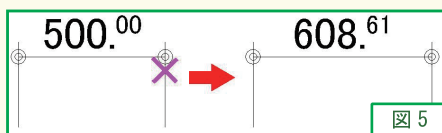

図 5
2. また、同じ寸法補助線でも寸法線 (寸法値と平行な線分) 付近をクリックすると、寸法そのものが変更できます (図 5)。